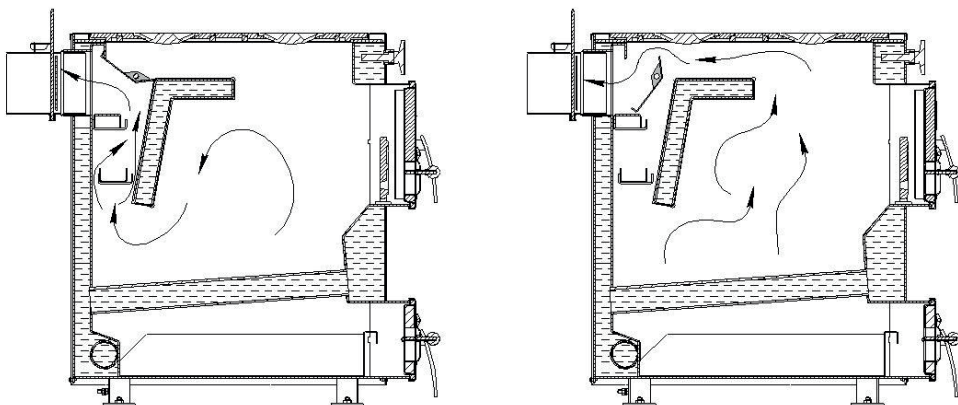

Рисунок 10 - Режимы работы котла на примере «Куппер Практик-16 В»
- режим длительного горения (Рисунок 10 а);
- режим нагрева варочной поверхности (Рисунок 10 б).